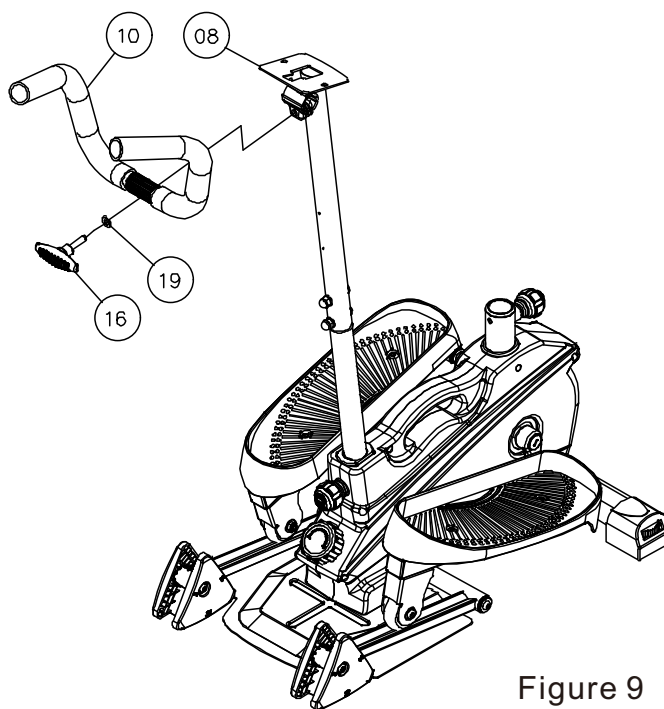

Figure 9
9. Utilisez la poignée en T n°16 et la rondelle plate n°19 pour fixer le groupe poignée n°10 sur l'ensemble élévateur avant n°08. La tension de la poignée en T peut être ajustée pour modifier l'angle de la poignée. Comme illustré sur la Figure 9 :